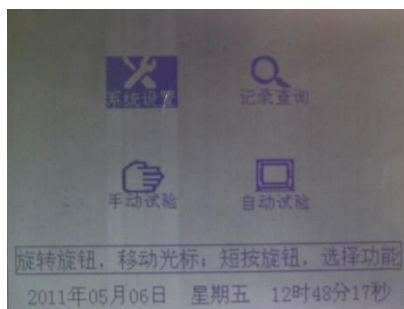

图 4-3 主菜单界面
1. 液晶显示屏：320X240 点阵 LCD 液晶显示屏，显示各种设置参数、试验状态、结果、提示信息等内容。主要显示界面，如图 4-3~4-7 所示。
主要显示界面，如图 4-3~4-7 所示。
如图 4-3 所示。旋转控制杆（即调压/设置旋钮），可在三者间循环切换，短按（单击）选择进入。